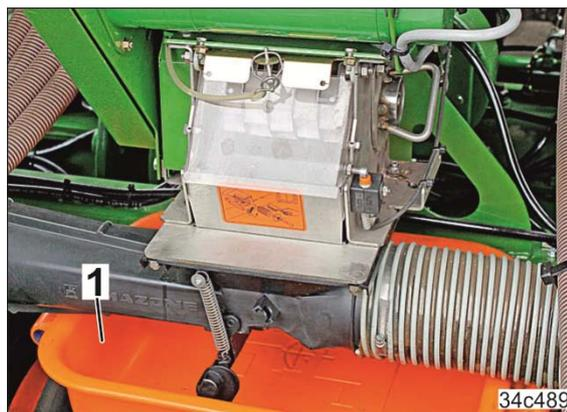

Fig. 177
6.1 Colocar la cubeta (Fig. 177/1) debajo del dosificador y abrir la trampilla del canal inyector (véase el cap. 8.3, página 114).